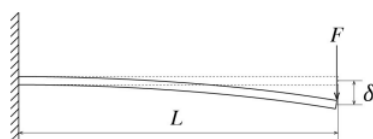

図2 先端に力が作用する片持ちばり
(4) 図 2 のように片持ちばりの先端に鉛直下方に力 F を加えたところ、先端に δ の変位が生じた。 F と δ の関係を次式のように表したときの k が片持ちばりをばねとみなしたときのばね定数 (等価ばね定数) である。^[5]